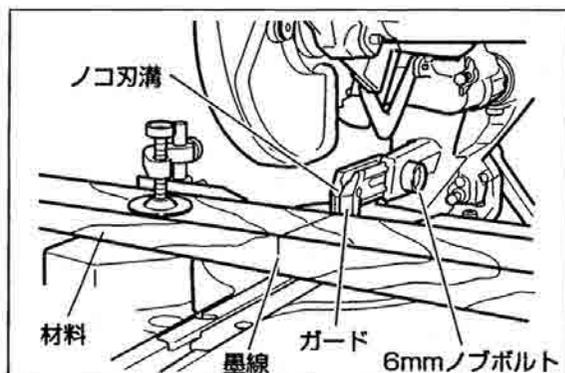
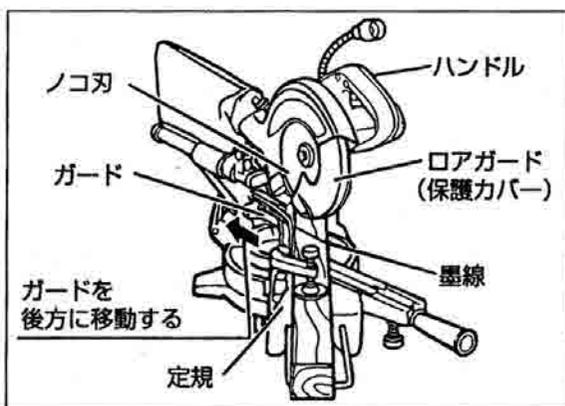

図18
図19
### (1) 直角切断および傾斜切断の場合 (図18)
### (2) 角度切断および複合切断 (角度切断 + 傾斜切断) の場合 (図19)
6mmノブボルト (図18参照) をゆるめ、ガードを図19の矢印方向 (後方) へずらし、定規面より出張らないようにしてください。